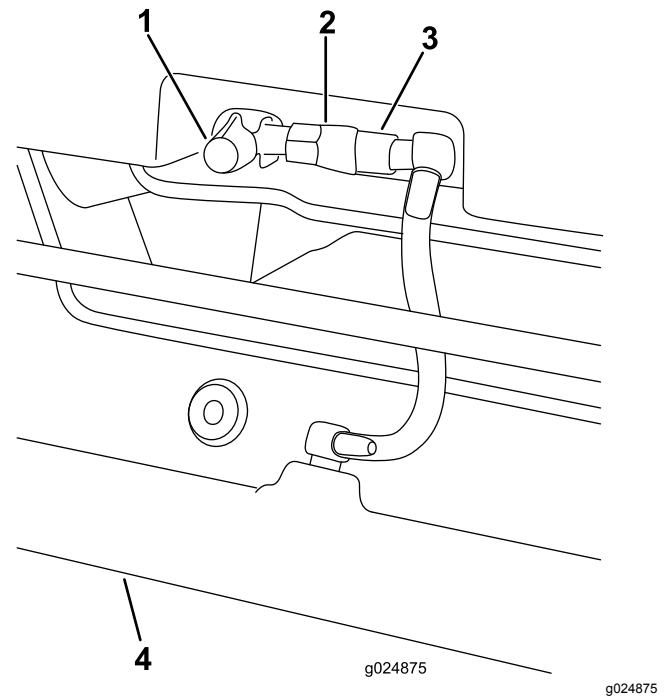

Figura 10
3. Compruebe el colector del aspersor (Figura 10) y retire cualquier suciedad o residuo.
- Desconecte el acoplamiento de la válvula (Figura 10).